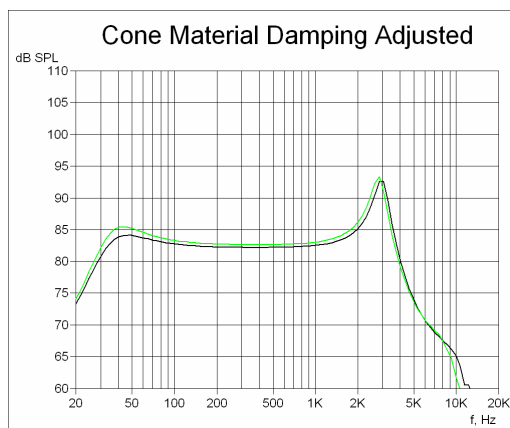

图 10 最终结果——符合（调整了阻尼系数）
- 调整阻尼值，使计算出的频响曲线尽量接近实测曲线。见图 10。